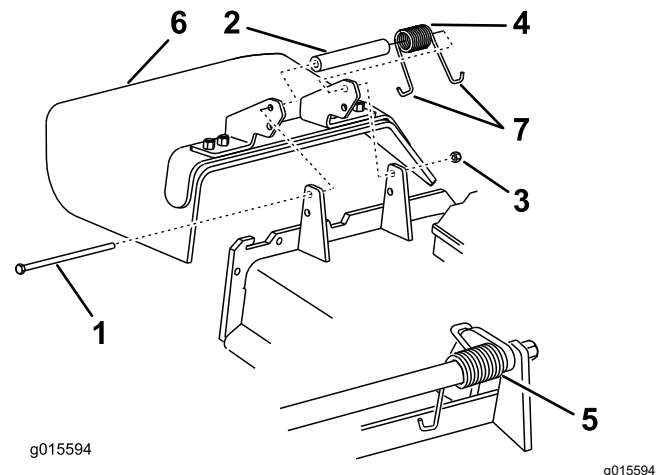

Figura 87
1. Retire a porca de bloqueio, o parafuso, a mola e o espaçador que fixam o defletor aos apoios de articulação (Figura 87).
2. Se o defletor de relva estiver danificado ou gasto, retire-o (Figura 87).
**Nota:** Certifique-se de que está montada uma extremidade em J por trás da extremidade da plataforma antes de colocar o parafuso como se mostra na Figura 87.
6. Coloque uma extremidade em gancho J da mola em torno do defletor de relva (Figura 87).